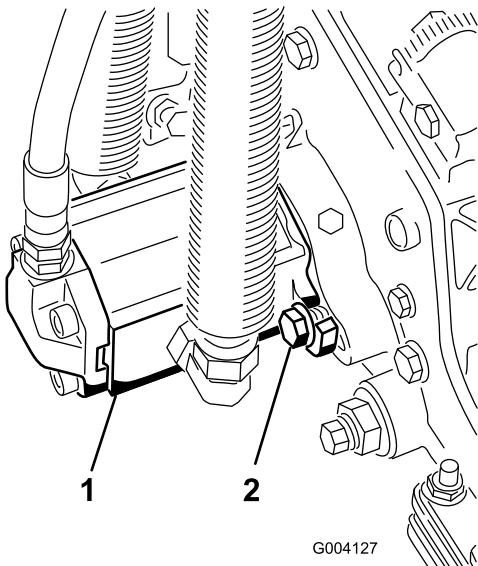

Рисунок 13
16. Установите двигатель, повернув его по часовой стрелке так, чтобы фланцы двигателя не закрывали болты (Рисунок 13).